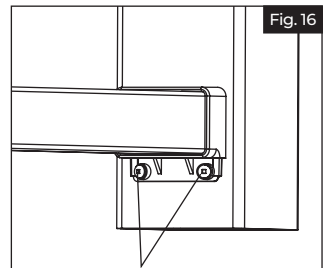

Fig. 16
- Coloque dos tornillos de rosca de cabeza cuadrada de 2" n.º 10 (Fig 16).